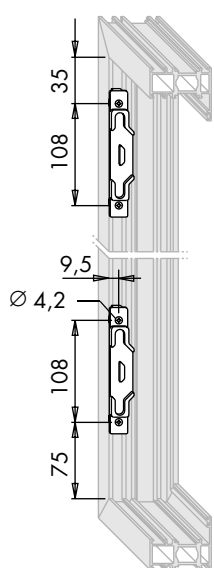
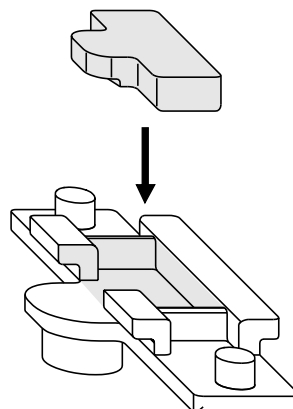

Bild 1
Bild 3
- A** Bohrungen $\varnothing 4,2$ für Schließteile (7) nach Maßangaben (Bild 1) am Rahmen vornehmen.
- A** Bremsscheibe (2) in vorgesehene Nut eindrücken (Bild 3).
- B** Schubstangen S1 und S2 mit Kupplungslasche (4) und Verriegelung (3) an der VS einschieben.
- C** Auflaufbock (1) an der VSU waagrecht einschieben.
- A** Schließteile (7) nach Maßangaben (Bild 1) positionieren und mit Senkschrauben M5 x 13 (6) befestigen (Drehmoment $2,5 \pm 0,25$ Nm).
- B** Kippschließteil (8) an der VSU in die Nut einlegen, bis Nutanfang schieben und mit Gewindestift festklemmen (Drehmoment $1,5 \pm 0,25$ Nm).